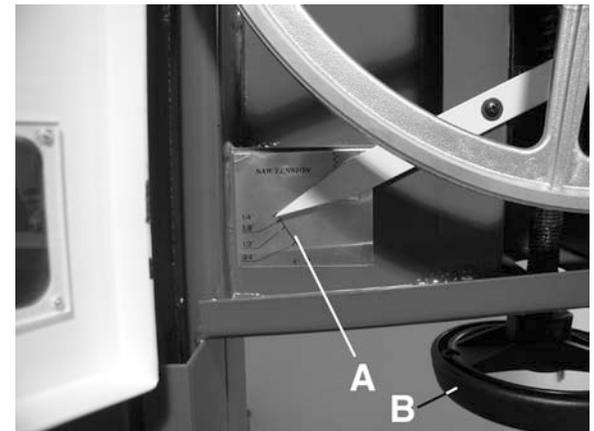

FIGURE 11
Tournez la manivelle de tension (B) Fig.11 et serrez jusqu'à ce que l'échelle de tension (A) indique la largeur de la lame.